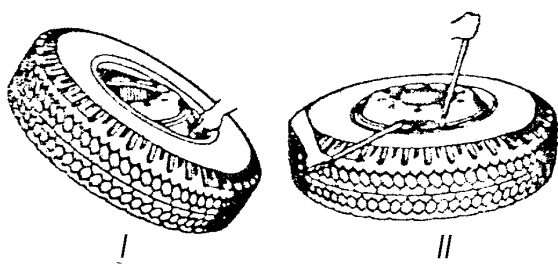

Рис. 36. Порядок монтажа шины
3. Положить шину на обод с некоторым перекосом и вставить вентиль в вентиляльный паз (рис. 36, I).